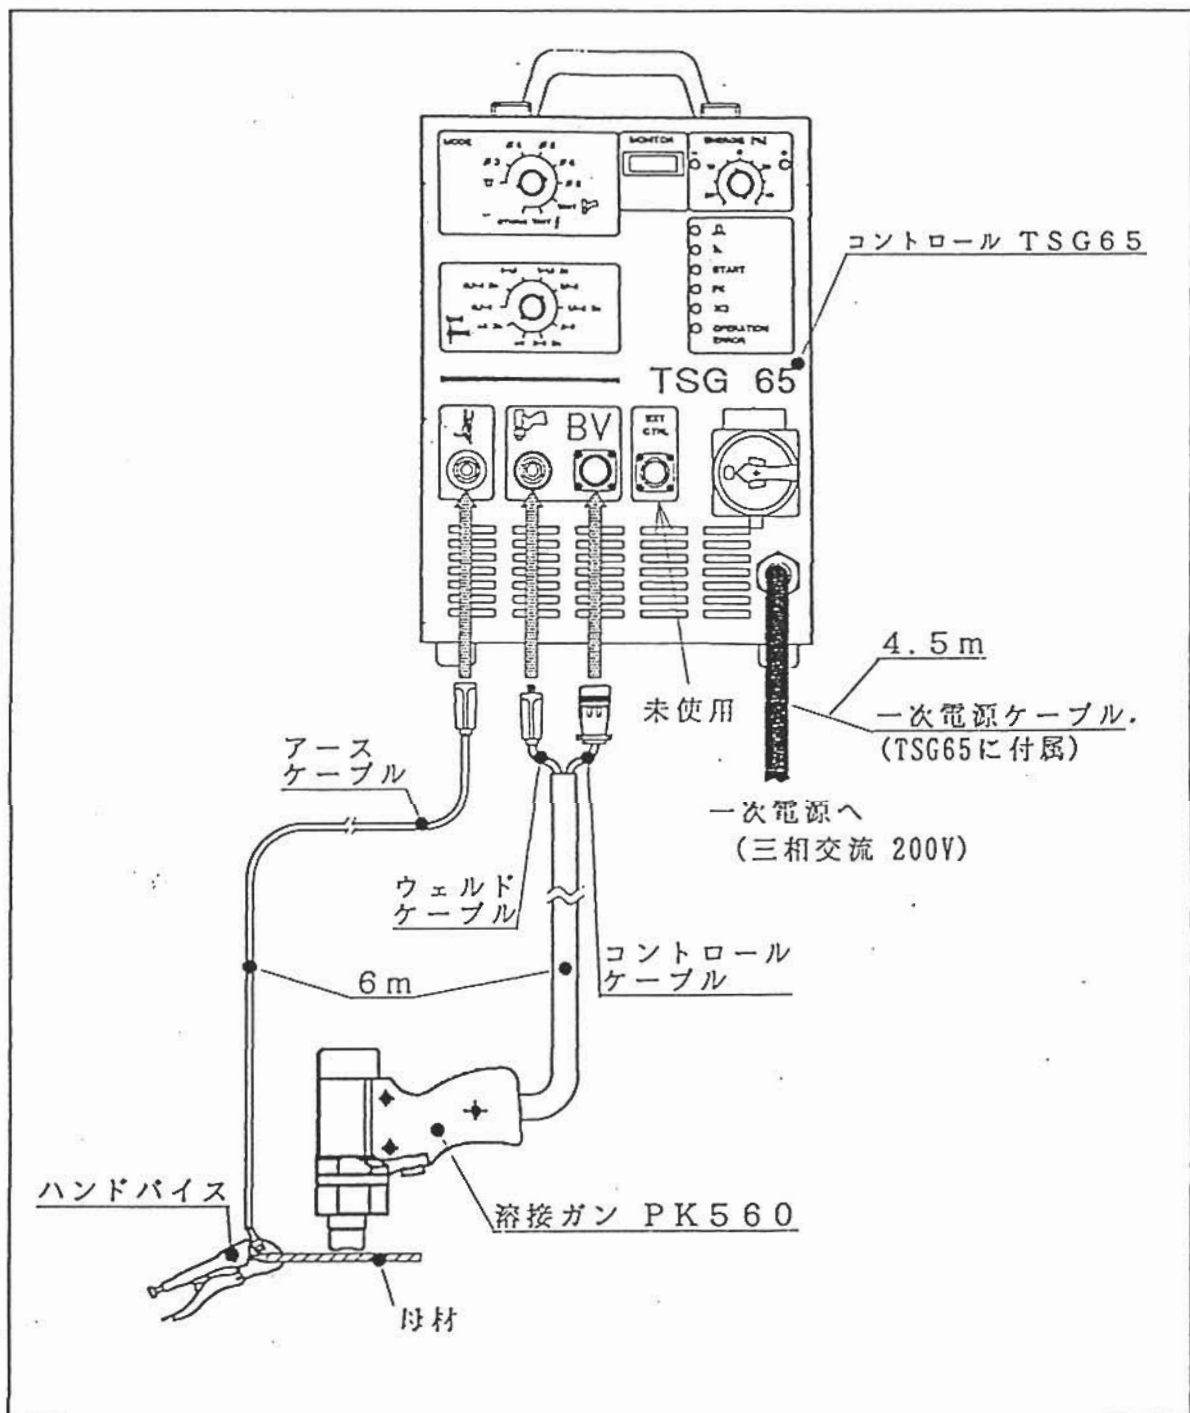

図3-① ケーブル接続方法
溶接ガン(PK560)及びアースケーブルの本装置への接続は、図3-①に準じて行います。
溶接ガン及びアースケーブルを図3-①に従ってコントロールに接続し、電源スイッチを入れます。